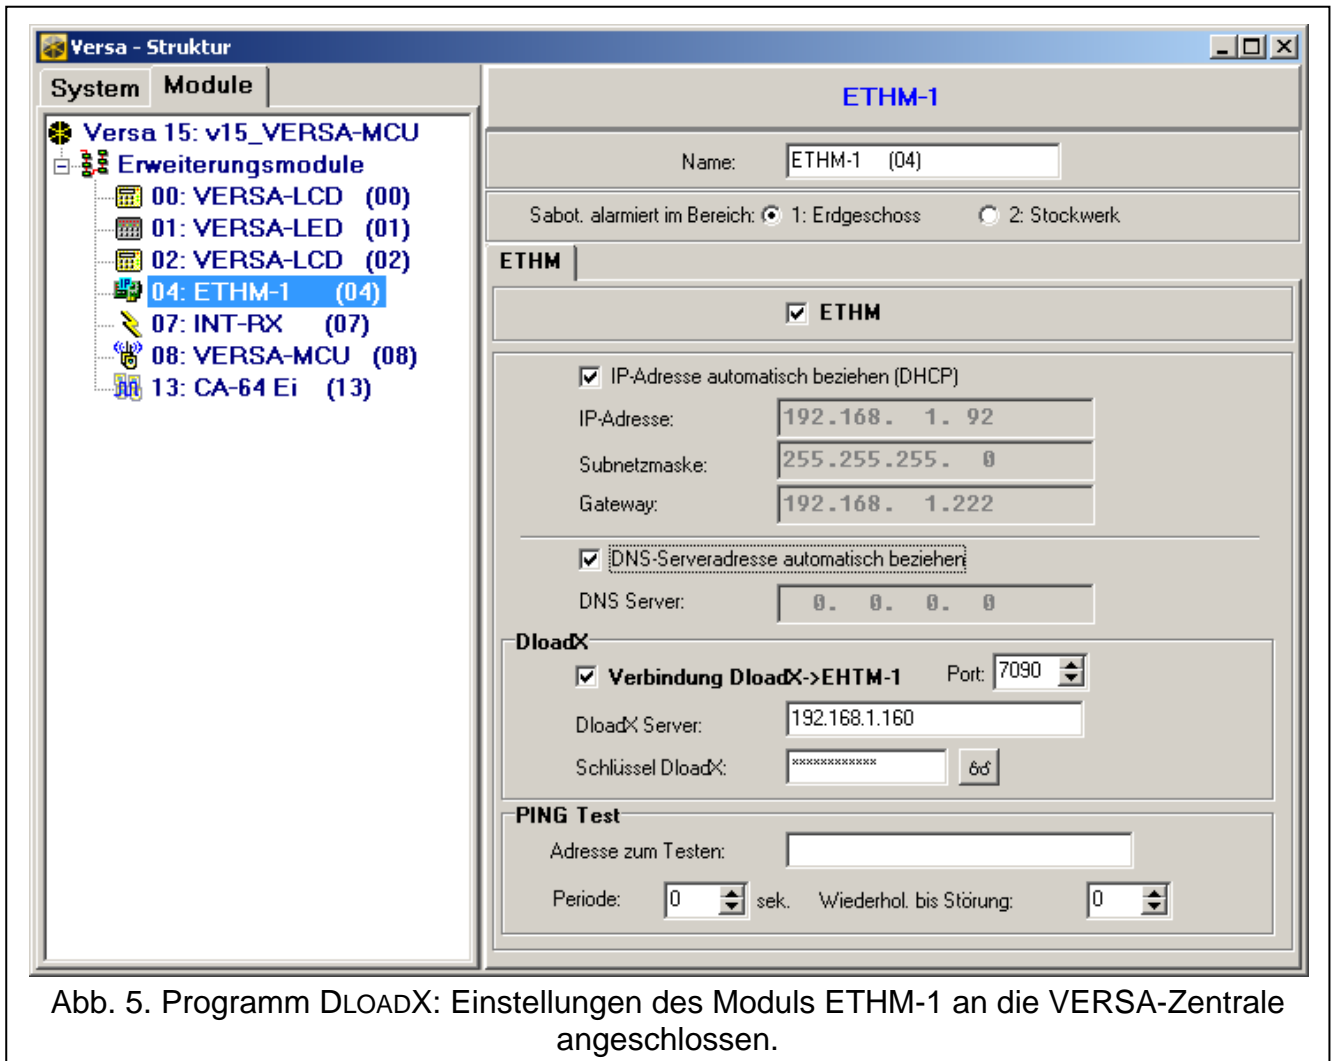

Abb. 5. Programm DLOADX: Einstellungen des Moduls ETHM-1 an die VERSA-Zentrale angeschlossen.
- Programm DLOADX: → Fenster „Versa – Struktur“ → Registerkarte „Module“ →[auf das Modul aus der Liste der Geräte klicken] (siehe: Abb. 5).